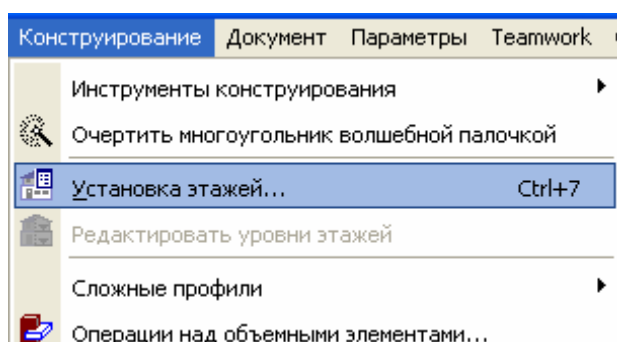
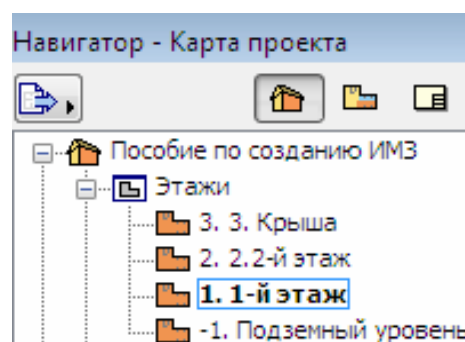

Рис. 8
Рис. 9
1. Выберите команду **Конструирование > Установка этажей** для открытия одноименного диалогового окна (рис. 8). Здесь можно просмотреть и отредактировать имеющиеся в проекте этажи. Проанализируйте это диалоговое окно (рис. 9). Можно изменить номер, имя, возвышение и высоту выбранного этажа, а также создать новый или удалить существующий. С помощью этого диалогового окна также можно скопировать-вставить выбранные элементы одного этажа на другой.